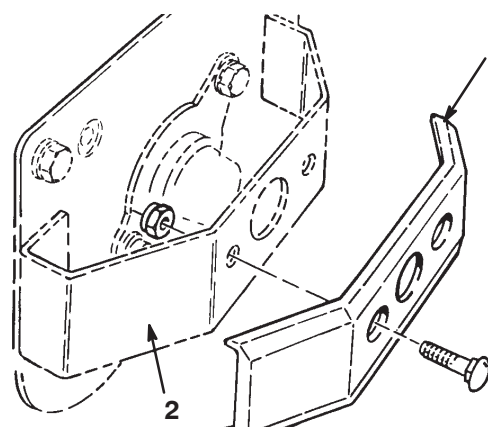

Figure 3
4. Montez une masse sur chaque protection (Fig. 3) sur les plateaux de coupe N° 1, 2 et 3. Les masses sont situées aux extrémités opposées du carter d'entraînement de chaque plateau de coupe. Utilisez les boulons de 1/2 pouce fournis avec les masses (Fig. 3).